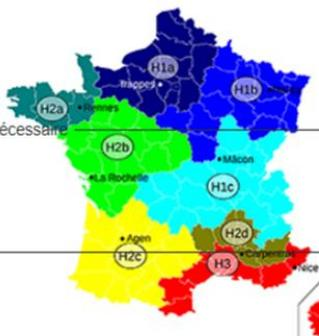

Figure 2 : Caractéristiques de la maison individuelle
**Commune** : renseigner la commune d'implantation du bâtiment [1] de la Figure 2, une fois la commune renseignée, l'outil sélectionne automatiquement la zone climatique correspondante définie dans la RT2012.
**Altitude** : il est possible de modifier l'altitude de la commune afin de tenir compte des communes à forts dénivelés (régions montagneuses) [2] de la Figure 2. La température de l'air est alors mise à jour.
**Comportement thermique de la maison :** dans le menu déroulant deux sélections sont possibles ([3] Figure 2), **le calcul déperditif simplifié** qui permet d'estimer facilement la puissance nécessaire **et les besoins horaires précalculés** qui permettent à l'utilisateur d'ajouter un fichier texte ou Excel pour renseigner les besoins énergétiques de la maison.